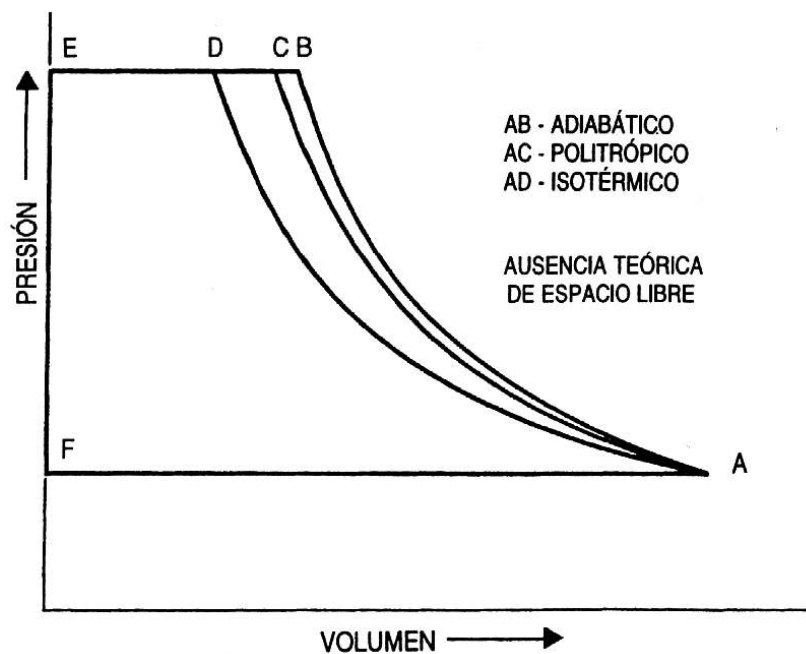

Figura 2.11 El diagrama convencional $p-V$ ejemplifica los ciclos teóricos de compresión.
- La Figura 2.11 muestra los ciclos teóricos isotérmicos, politrópicos y adiabáticos sin espacio libre (sin espacios perjudiciales), en un plano $p-V$.